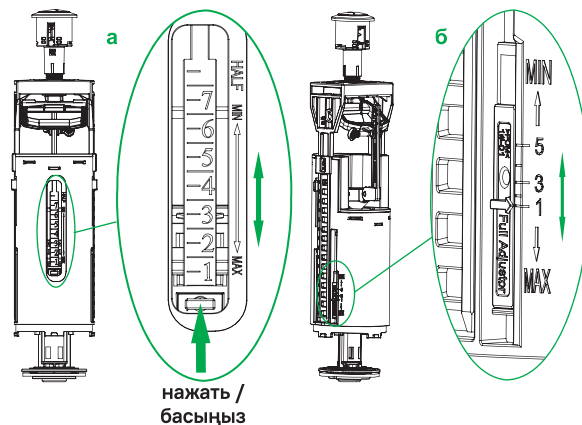

Рис. 12 / 12-сур.
3. Для изменения объема частичного слива используйте регулятор частичного слива (рис. 12б):